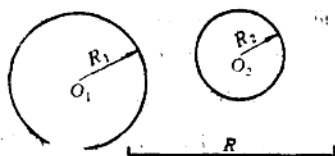

图 21
13. 如图21所示。已知圆弧的半径 R , 两个圆弧的圆心 O_1 和 O_2 , 半径 R_1 和 R_2 。以 R 为半径作圆弧同时内、外切于该两个已知圆弧, 并写出作图步骤。